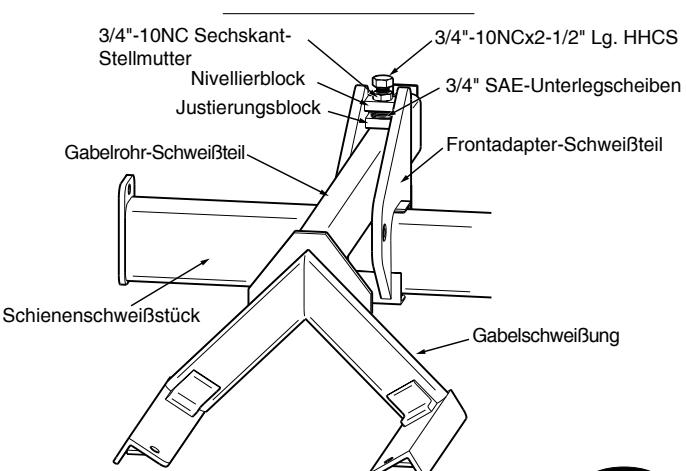

Abb. 34
1. 3/4" SAE Unterlegscheiben müssen zwischen dem Nivellierblock und dem Einstellblock angebracht werden. (5) qty. Unterlegscheiben werden benötigt, wenn der Boden vollständig eben ist.
2. 3/4"-10NC Kontermutter auf 3/4"-10NC x 2-1/2" lg. HHCS aufsetzen und anziehen, bis die Mutter dicht am Schraubenkopf anliegt, siehe Abb. 34.